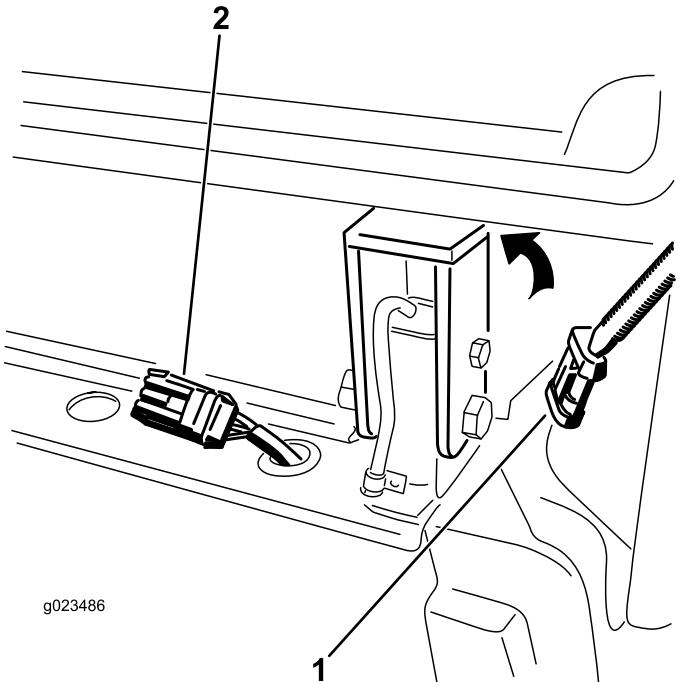

Figure 36
30. Enlevez le capuchon et branchez le connecteur du faisceau de la cabine au faisceau du support de cadre arrière (Figure 36).